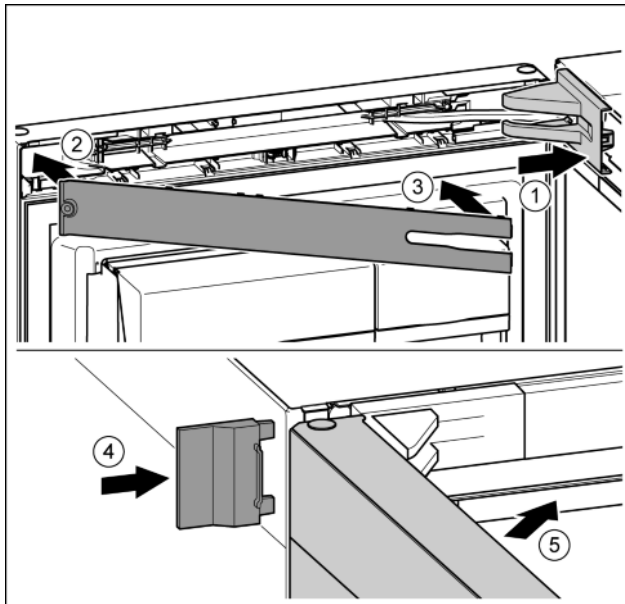

Fig. 50
- ▶ Helyezze fel és pattintsa be a csapágybak fedelét, szükség esetén óvatosan nyomja szét. Fig. 50 (1)
- ▶ Helyezze fel a lemezt. Fig. 50 (2)
- ▶ Fordítsa be és pattintsa be a lemezt. Fig. 50 (3)
- ▶ Tolja fel a külső fedelet. Fig. 50 (4)
- ▶ Csukja be a felső ajtót. Fig. 50 (5)